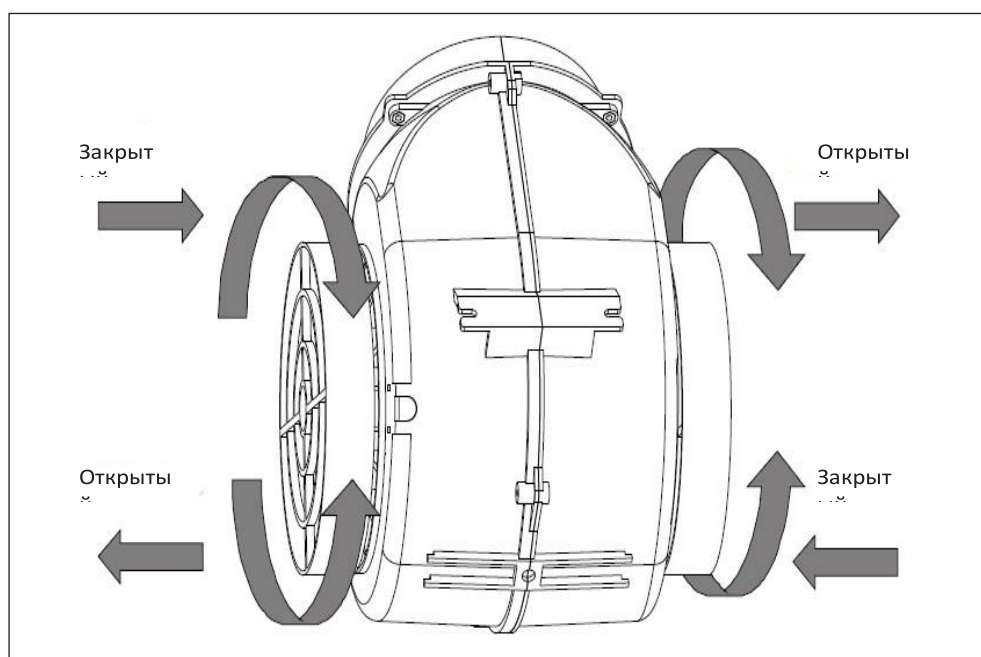

Рис. 8
2. Угольные фильтры расположены с обеих сторон двигателя. Поворачивайте фильтры до тех пор, пока они не снимутся (см. Рисунок 8).